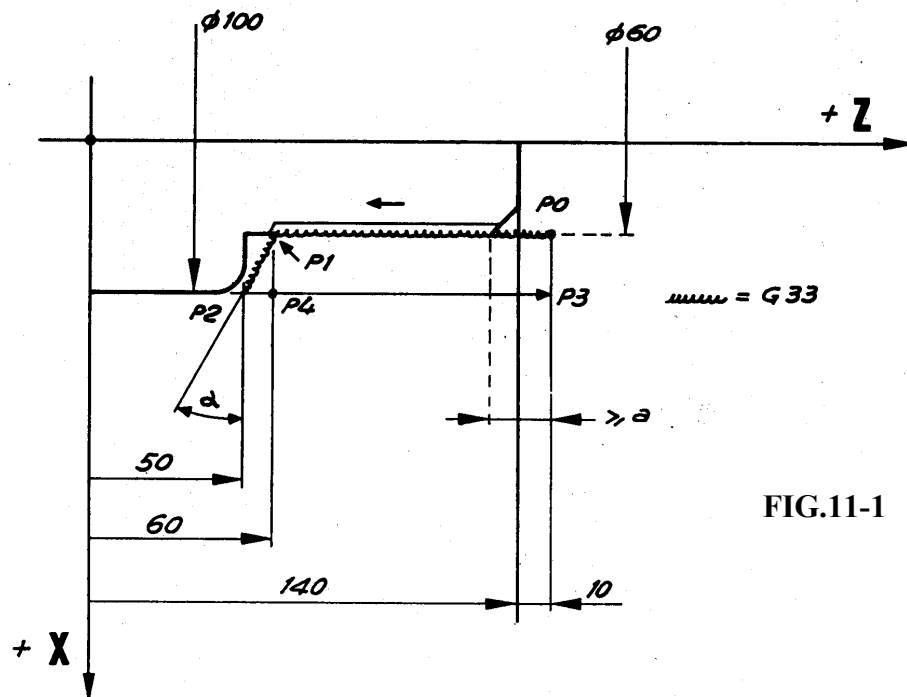

FIG.11-1
Consideriamo il piano di **FIG.11-1** in cui c'è da eseguire una filettatura cilindrica passo 3 mm. Il programma per una singola passata di filettatura diventa.
Analizziamo ora un altro esempio riferendoci sempre alla **FIG.11-1**.
**Esempio di Programmazione** (si utilizza il pezzo di **FIG.11-1**):